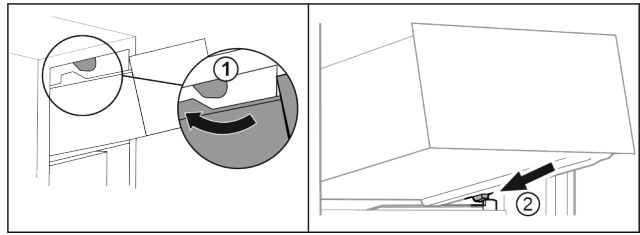

Fig. 22
- ▶ Far passare il cassetto sui fermi superiori. Fig. 22 (1)
- ▶ Applicare il cassetto inclinandolo dietro i fermi inferiori sulla nervatura del contenitore. Fig. 22 (2)